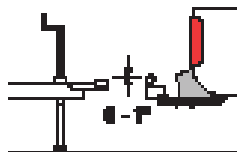
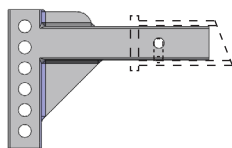

Figure 2
Figure 3
3. Glissez la tête d’attelage sur la barre d’attelage en gardant la partie supérieure de la boule d’attelage entre 0 et 1 po au-dessus du coupleur de la remorque. (Figure 2) Parfois, vous devez peut-être tourner la barre d’attelage vers le haut ou utiliser une barre d’attelage Fastway avec une plus grande montée/descente pour placer la boule d’attelage à la bonne hauteur. (Figure 3)